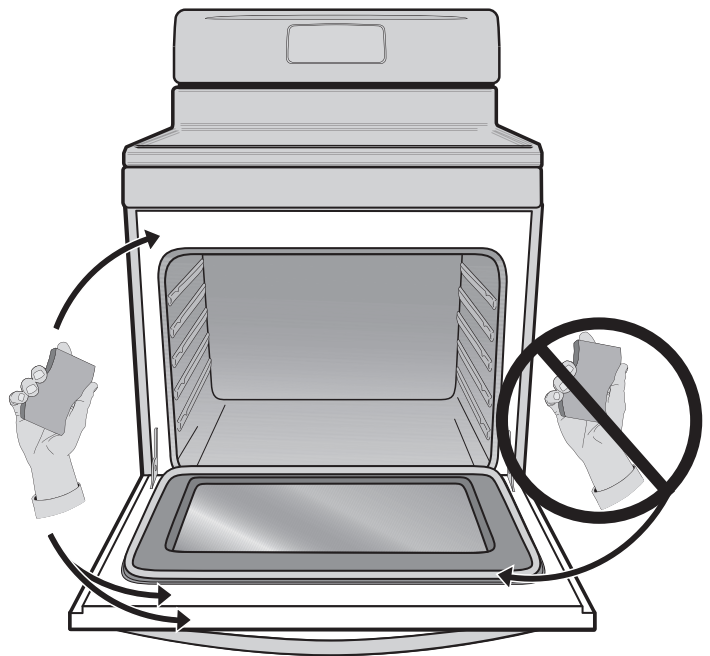

Fig. 1
- **NE NETTOYEZ PAS** le joint de la porte (fig. 1). Ce joint tissé est essentiel à la bonne étanchéité du four. Prenez soin de ne pas frotter, endommager ni retirer le joint.
- Nettoyez toute saleté sur le cadre de la cuisinière, le revêtement de la porte autour du joint et la petite surface située au centre, vers l'avant, sur la sole du four. Ces zones chauffent suffisamment pour que la saleté y brûle. Nettoyez-les avec de l'eau et du savon. Ces zones sont indiquées en blanc (fig. 1).